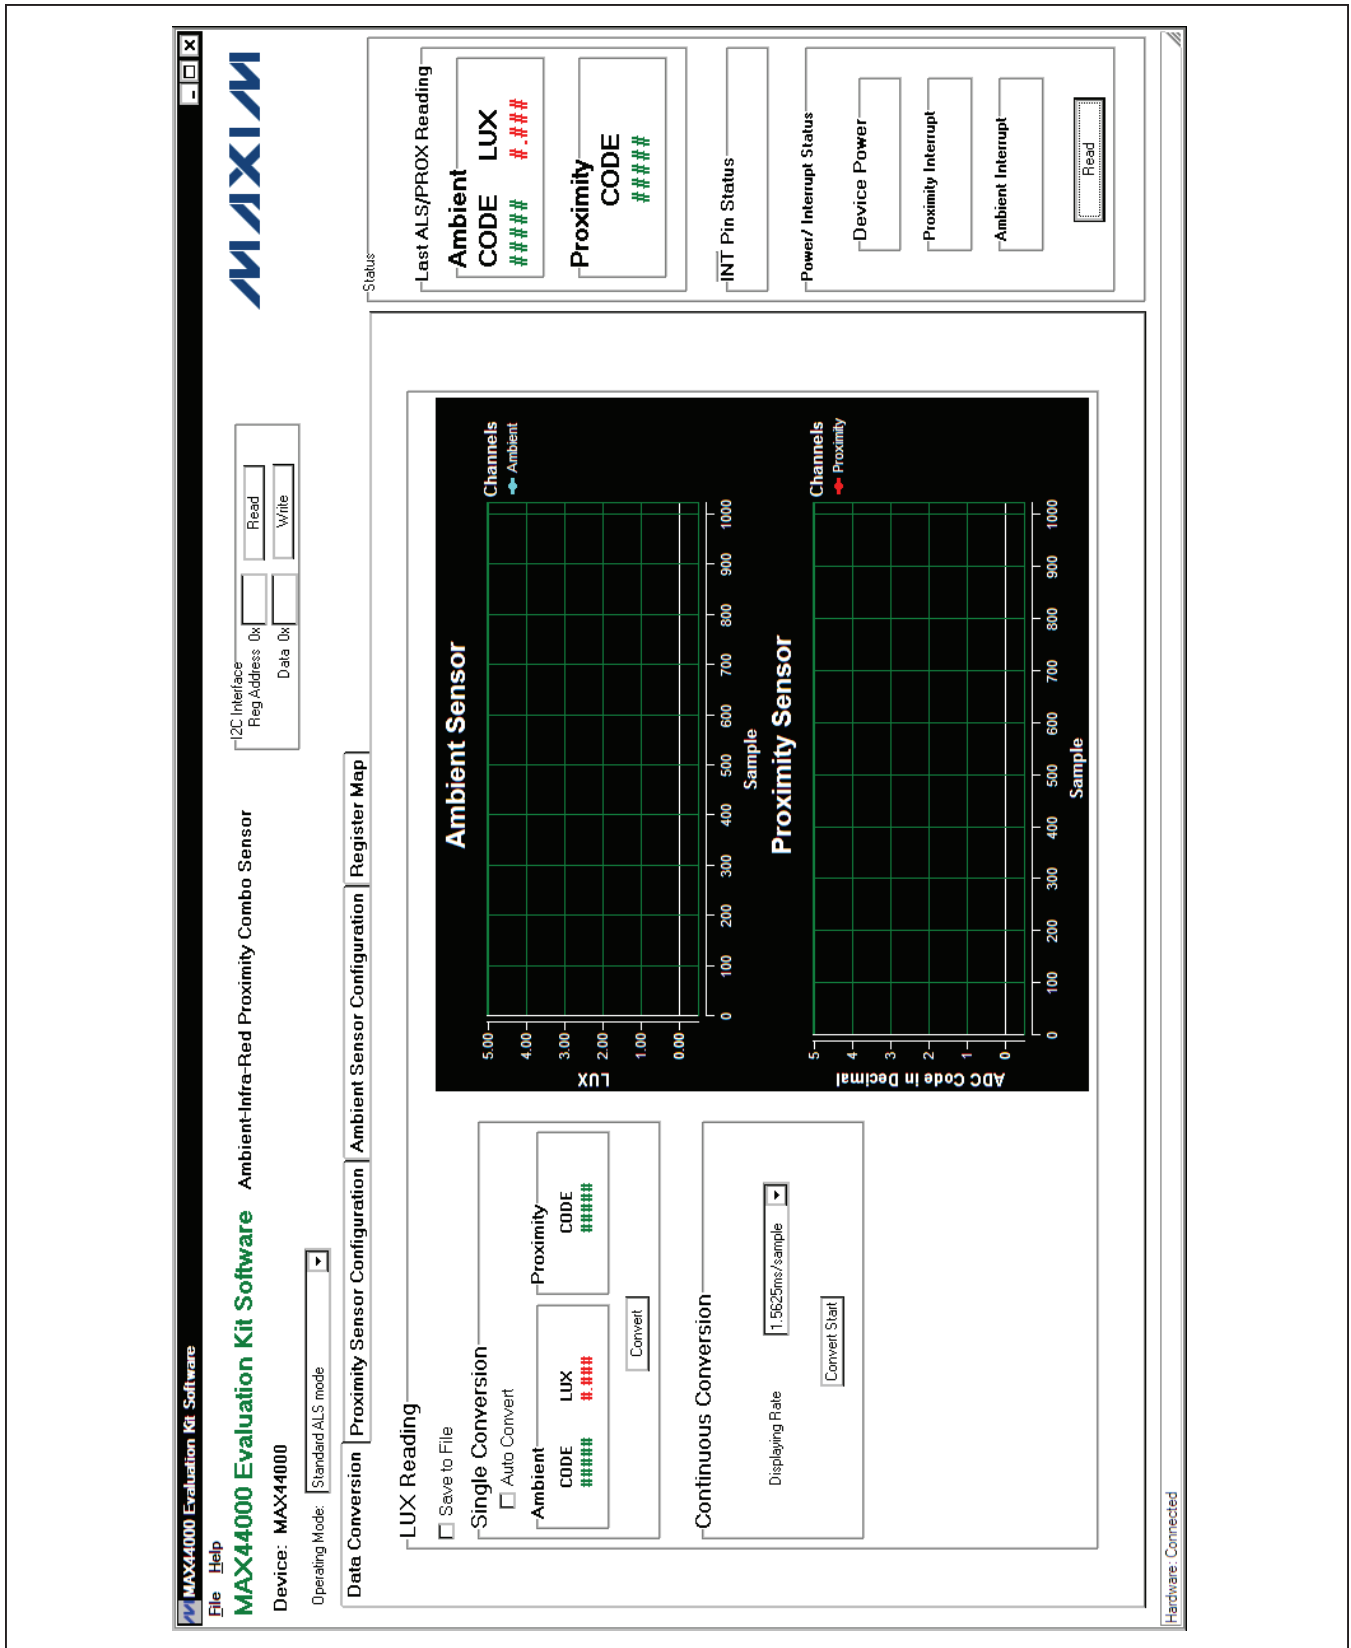

图1. MAX44000评估板软件主窗口
- 5) 点击**Start | Programs**菜单中的图标，启动评估软件。显示的评估软件主窗口如图1所示。
- 8) 在**Data Conversion**标签页(图1)，按下**Continuous Conversion**组合框中的**Convert Start**按钮，在图形上查看环境光和接近检测ADC数据。
MAX44000评估软件(图1)具有配置MAX44000以及从器件接收ADC数据的全部功能。软件包括**I2C Interface**组合框、**Status**组合框，以及4个用于配置器件和从器件接收环境光和接近检测数据的标签页。
在Status组合框，Last ALS/PROX Reading组合框显示来自于Data Conversion标签页(图1)中图形的最近一组环境光和接近检测ADC数据。